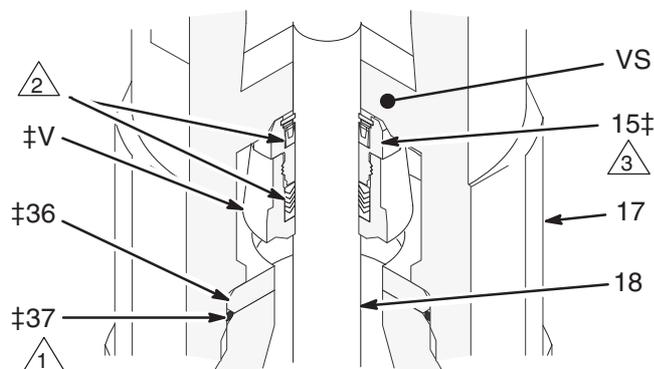

Fig. 5
4. Démonter le piston d'amorçage (21) comme indiqué à la page 11.
5. À l'aide d'une clé à tube placée sur la partie hexagonale du cylindre d'entrée (19), séparer celui-ci du carter d'admission (17) en le dévissant. Les points de séparation de la pompe peuvent être en A, B ou C.
**REMARQUE:** Ces instructions sont rédigées sur le principe de séparation de la pompe au point A. Si la séparation survient aux points B ou C, la démonter à ce niveau, placer le corps du carter d'admission (17) dans un étau et passer au point 6.
6. Dévisser le carter d'admission (17) du cylindre (10). Retirer le carter de la pompe. L'ensemble du clapet anti-retour (V, voir Fig. 5) devrait coulisser le long de la tige du piston d'amorçage (18) en même temps que l'on retire le carter. S'il ne glisse pas facilement, frapper fermement sur le dessus du carter (17) avec un maillet en caoutchouc pour le dégager.
7. Sortir le siège d'aspiration (36) et le joint (37) du fond du carter d'admission (17). Veiller à ne pas laisser tomber le clapet anti-retour (V) au moment où il est dégagé. Voir Fig. 5.
**REMARQUE:** Si la dépose du siège (36) s'avère difficile, introduire une tige en laiton dans la partie supérieure du carter (17) puis retirer le siège à l'aide d'un marteau.
1. Faire glisser le carter d'admission (17) sur la tige du piston d'amorçage (18) en s'assurant que la surface lisse de butée de la soupape (VS) est orientée vers le bas vers l'admission de la pompe. Visser le carter (17) sur le cylindre (10). Voir Fig. 5 et 6.
2. Lubrifier la tige du piston d'amorçage (18), puis faire coulisser la soupape d'admission préassemblée (V‡) sur la tige en veillant à ce que l'écrou de presse-étoupe (15‡) soit engagé en premier sur la tige. Poussez la soupape sur la tige vers le haut aussi loin que possible. Frapper avec un maillet en caoutchouc sur la tige du piston d'amorçage (18) pour pousser la soupape en butée (VS). Voir Fig. 5 et 6.
3. Le siège d'admission (36‡) est réversible. L'enfoncer dans le carter (17) jusqu'à installation correcte. Lubrifier le joint (37‡) et le mettre en place dans la partie chanfreinée dans le bas du siège. Voir la Fig. 5.
- △3 Clapet anti-retour d'aspiration (voir Fig. 5).